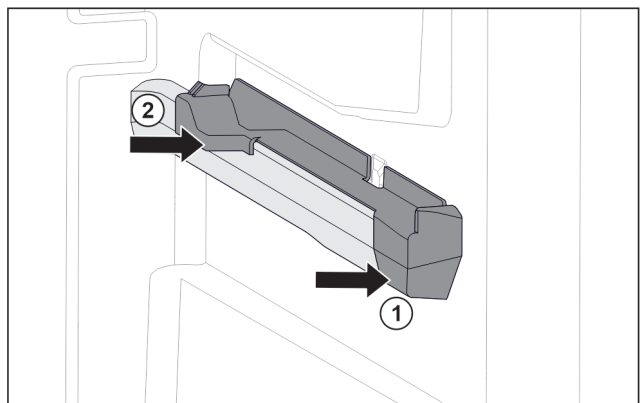

Fig. 127 Aufsteckteil auf der rechten Behälterrippe
- ▶ Aufsteckteil vorne an Behälterrippe ansetzen. Fig. 127 (1)
- ▶ Aufsteckteil hinten andrücken. Fig. 127 (2)